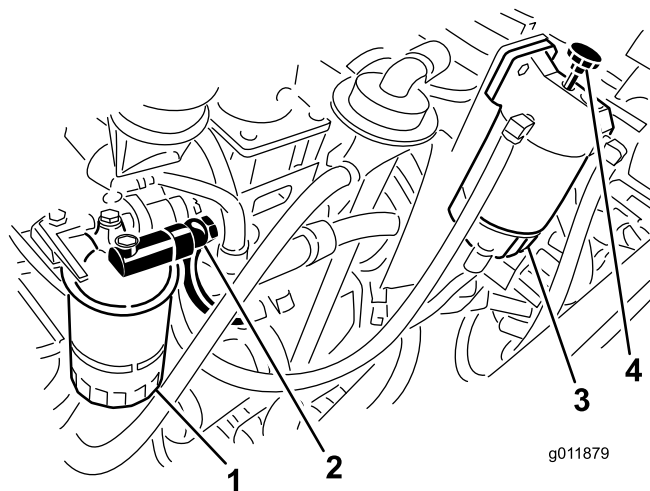

Рисунок 66
5. Ослабьте соединитель типа "банджо" на корпусе топливного фильтра (Рисунок 66).
6. Включите топливоподкачивающий насос водоотделителя (Рисунок 66), пока из соединителя типа "банджо" не пойдет сплошной поток топлива.